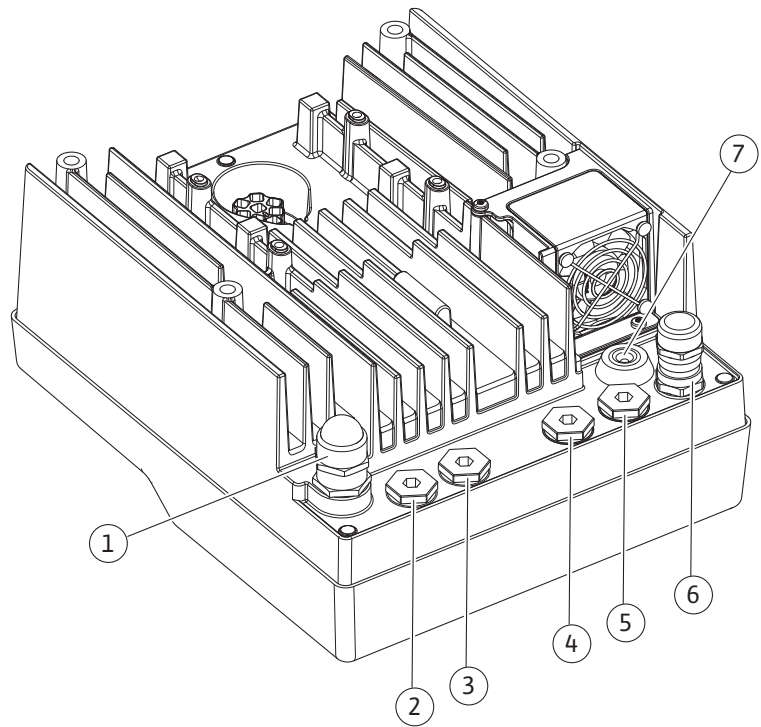

Fig. 10: Kabelverschraubungen/Kabelanschlüsse
- CIF-Modul an die Gebäudeautomation (Buskommunikation): Der Schirm wird mit der Kabeldurchführung am Elektronikmodul verbunden (Fig. 10).
4. Anschlusskabel durch die Kabelverschraubung M25 (Fig. 10, Pos. 1) führen. Kabelverschraubung mit vorgegebenen Drehmomenten festdrehen.